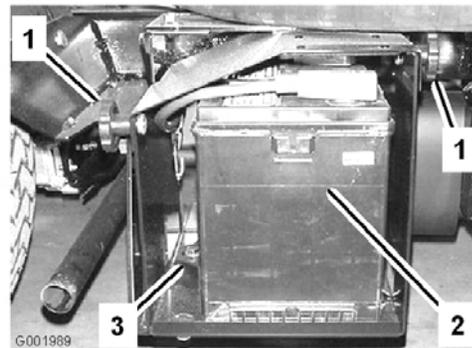

Figura 51
2. Desaperte os manípulos na parte lateral da caixa da bateria e retire a cobertura da bateria (Figura 51).
5. Retire as fixações e os fechos da bateria (Figura 51).
2. Coloque a fixação da bateria, assim como os fechos que retirou anteriormente (Figura 51).
4. Coloque a cobertura da bateria e aperte-a com os 2 manípulos (Figura 51).
1. Desaperte os manípulos na parte lateral da caixa da bateria e retire a cobertura da bateria (Figura 51).